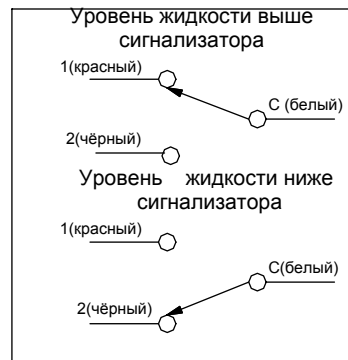

Рис. 3 – Схема работы электрических контактов
Примечание: MS-10 также будет работать, если электрический ввод будет располагаться в нижнем положении; при этом электрические контакты будут срабатывать наоборот, чем указано на схеме на рис.3
2. Подключите внешние провода к жгуту проводки в соответствии с требованиями технологического процесса. Используйте рис. 3 для правильного выбора работы контактов. Убедитесь, что электрические соединения соответствующим образом изолированы.